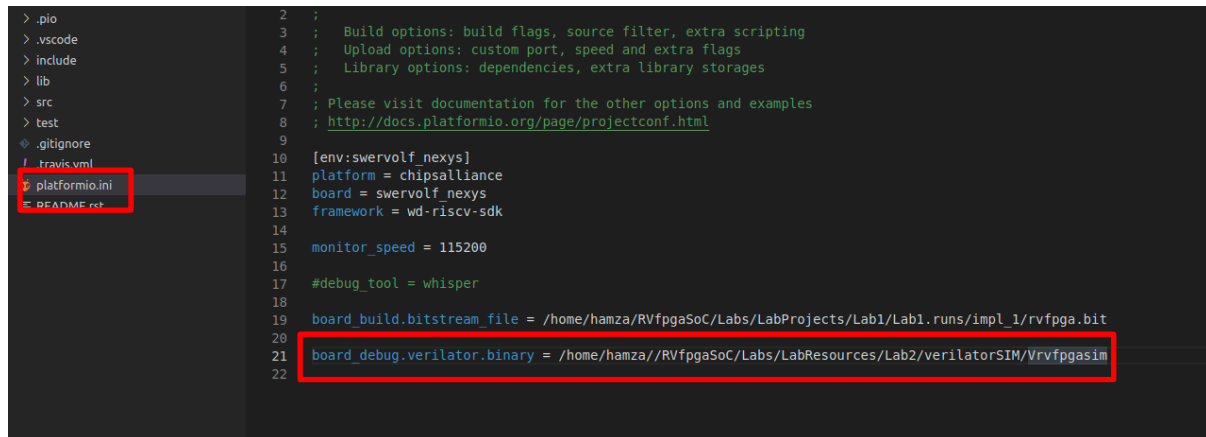

図8 : PlatformIO 初期化ファイル : *platformio.ini*
4. *platformio.ini* を開きます。次記の行を編集して、最初のステップで生成された RVfpga シミュレーションバイナリ（*Vrvfpgasim*）へのパスを確立します（図8を参照）。